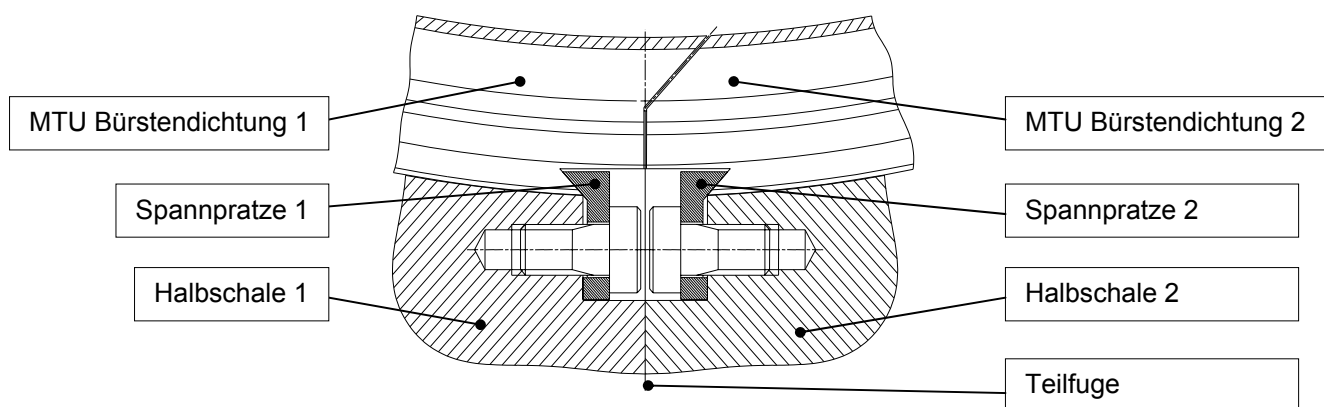
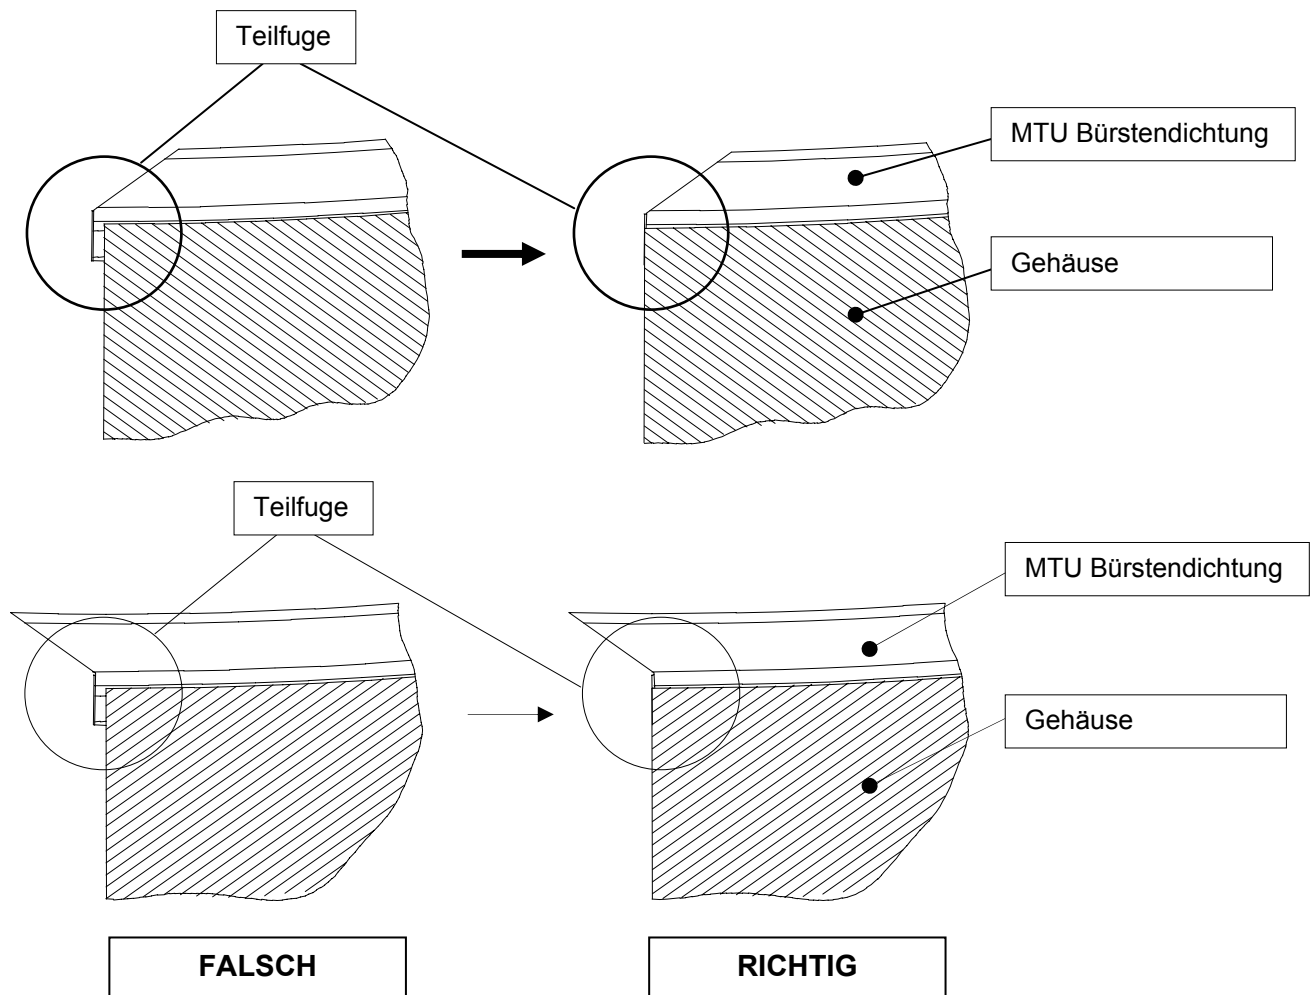

Bild 4 - Segmentierte MTU Bürstendichtung (Beispiel Spannpratzen)
Bild 5 - Teilfugenabschluß
Die segmentierte MTU Bürstendichtung wird form- oder kraftschlüssig gegen das Verdrehen im Gehäuse gesichert. Dies kann mit Hilfe von Spannpratzen (Bild 4), Stemmdrähten o.ä. geschehen.
4. Es ist zu kontrollieren (z.B. mit einem Haarlineal), daß die Teilfugen der MTU Bürstendichtung mit der des Gehäuses bündig abschließen (Bild 5), da ansonsten die MTU Bürstendichtungen in den jeweiligen Gehäusen auf Stoß, bzw. in Spaltlage geraten können (vgl. Bild 4).